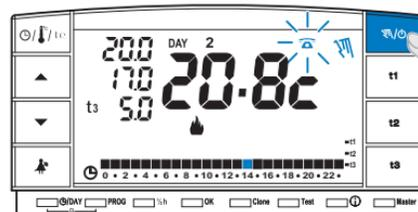

fig. 63
**Abriendo el contacto:** el cronotermostato se activa en **funcionamiento manual permanente** con temperatura **t3 Ausencia** (ejemplo fig. 63).